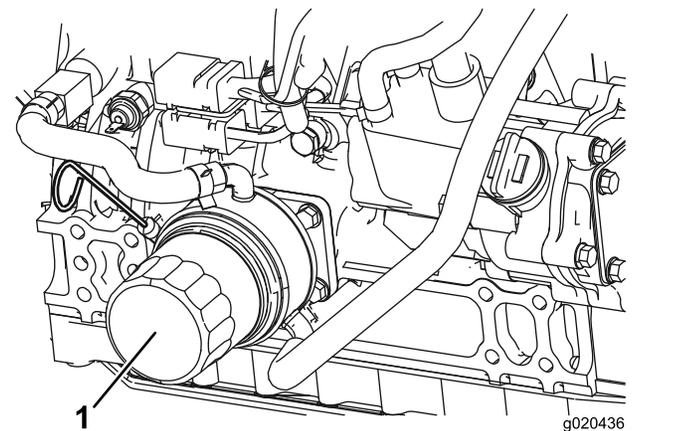

Figura 55
- Togliete il filtro dell'olio (Figura 55).